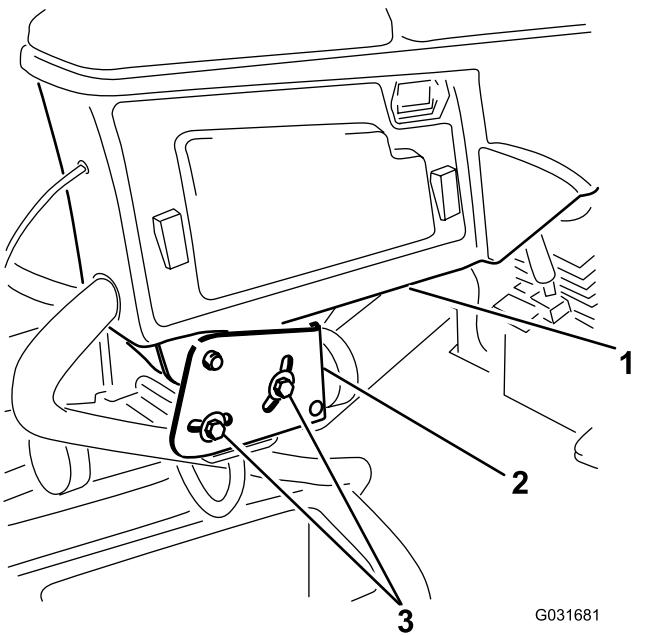

図 4
- コントロールアームをリテナブラケットに固定している2本のボルトをゆるめる図 4。